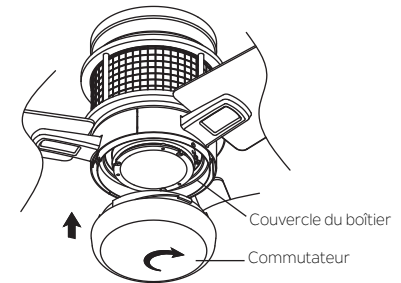

Fig. 17
Étape 4. Sécurisez le cache au boîtier de commutateur en tournant dans le sens horaire. Ne pas serrer avec excès. (Fig. 17)